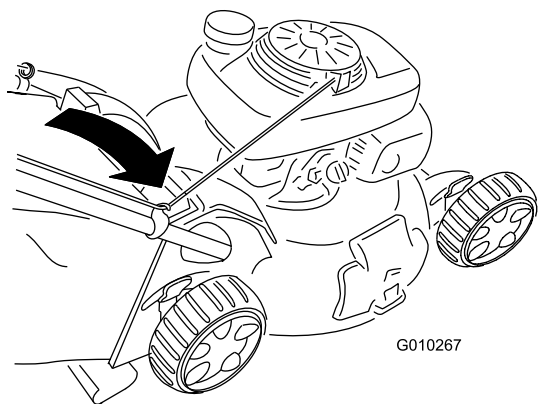

Figura 26
2. Avvolgete il cavo di avviamento attorno al guidacavo inferiore (Figura 26).